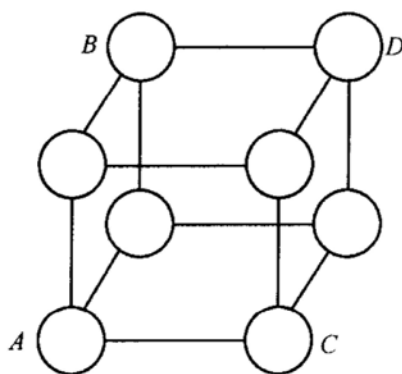

图 18-1 第一题第 5 小题图
1. FCC 结构的密排方向是 (1)，密排面是 (2)，密排面的堆垛顺序是 (3)，致密度为 (4)，配位数是 (5)，晶胞中原子数为 (6)，把原子视为半径为 r 的刚性球时，原子的半径和点阵常数 a 的关系为 (7)。
3. 无序固溶体转变为有序固溶体时，合金性能变化的一般规律是：强度和硬度 (11)，塑性 (12)，导电性 (13)。
4. Fe-Fe₃C 相图含碳量小于 (14) 为钢，大于 (15) 为铸铁；铁碳合金室温平衡组织均由 (16) 和 (17) 两个基本相组成；奥氏体其晶体结构是 (18)，合金平衡结晶时，奥氏体的最大含碳量是 (19)；珠光体的含碳量是 (20)；莱氏体的含碳量为 (21)；在常温下，亚共析钢的平衡组织是 (22)，过共析钢的平衡组织是 (23)；Fe₃C_I 是从 (24) 中析出的，Fe₃C_{II} 是从 (25) 中析出的，Fe₃C_{III} 是从 (26) 中析出的，它们的含碳量为 (27)。
5. 图 18-1 为简单立方点阵晶胞，其中 ABC 面的面指数是 (28)，AD 的晶向指数是 (29)。